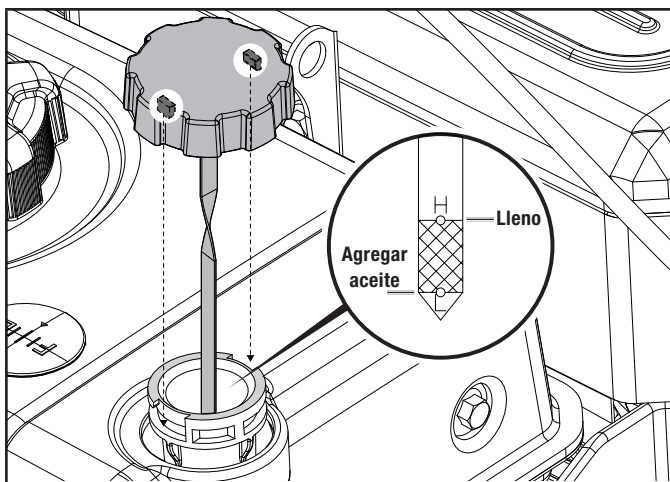

Figura 12B
3. Inserte la tapa/varilla de medición del aceite en el cuello de carga hasta que se asiente por completo (al notar que hace tope). Gírela $\frac{1}{4}$ de vuelta en el sentido de las agujas del reloj para fijarla. Quite la varilla de medición, límpiela con un paño que no suelte pelusa, vuelva a insertarla por completo y fíjela de nuevo con $\frac{1}{4}$ de vuelta; a continuación, quítela una vez más para comprobar el nivel de aceite (consulte la Figura 12B).